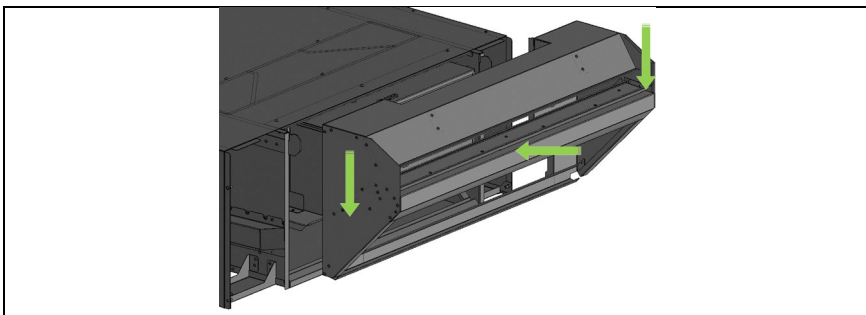

Abb. 12: Montage Frontrahmen
8. Den Frontrahmen der Geruchshaube installieren. (Abb. 12)